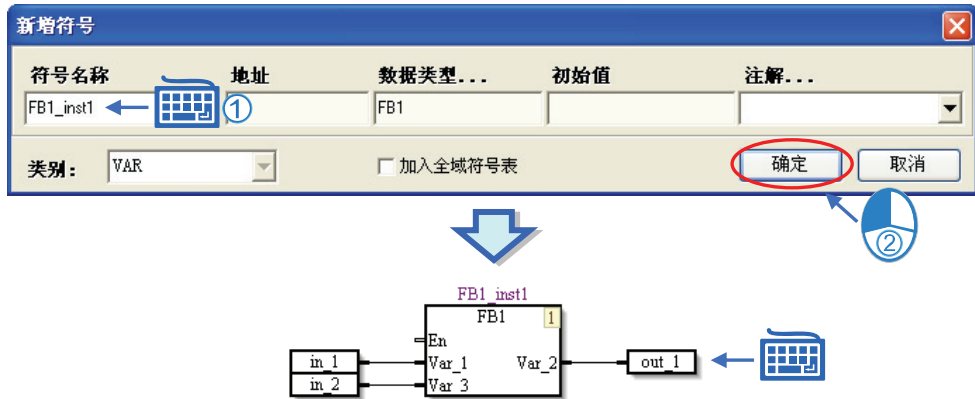

图 12-32 键盘输入功能块定义
- (2) 输入功能块实例的符号名称 (即功能块类型的变量符号名称) , 按下「确定」钮或键盘的「Enter」键。此时移动鼠标光标, 在程序编辑区需要插入指令的地方按下鼠标左键, 便在此处完成功能块的建立。之后再逐步输入对应接脚的装置或符号即可。如图 12-32。